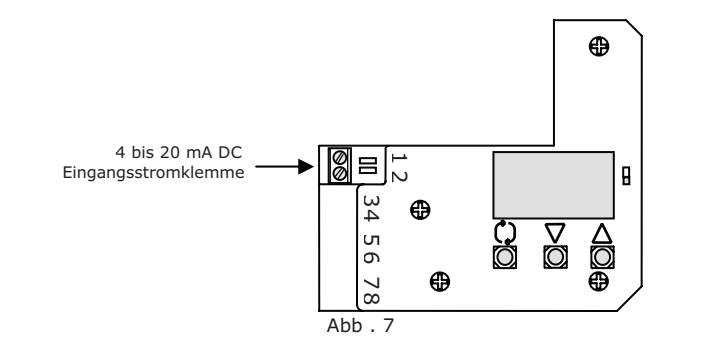

Abb. 7
- Verbinden Sie die Kabel für den Eingangsstrom mit einem Einstellgerät (Controller) gemäß Abb. 7.